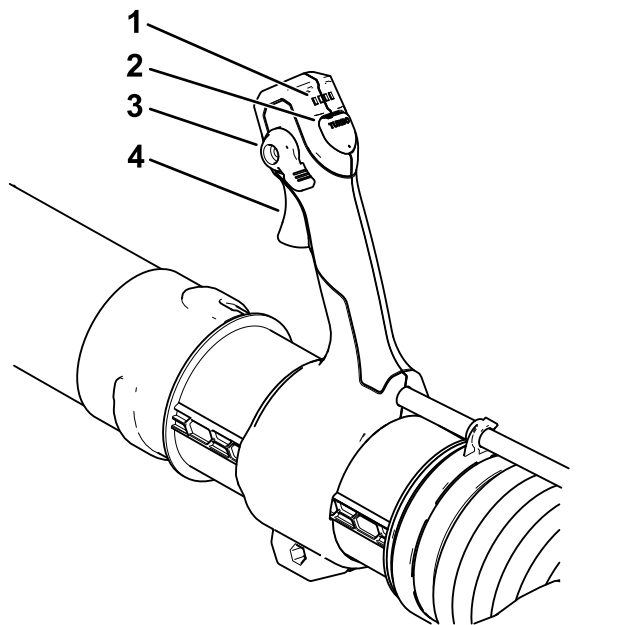

Figura 20
- Para arrancar el soplador, apriete el gatillo de velocidad variable (Figura 20).
Nota: Active el bloqueo de velocidad para mantener la máquina encendida sin tener que apretar el gatillo de velocidad variable (Figura 20).
Para ajustar la velocidad del aire mientras sopla, utilice el gatillo de velocidad variable (Figura 20).
Para obtener el máximo rendimiento (velocidad de aire), presione el gatillo, luego mantenga pulsado el botón de potencia turbo durante el tiempo deseado (Figura 20).
Para mantener la velocidad actual del aire, active el bloqueo de velocidad (Figura 20).